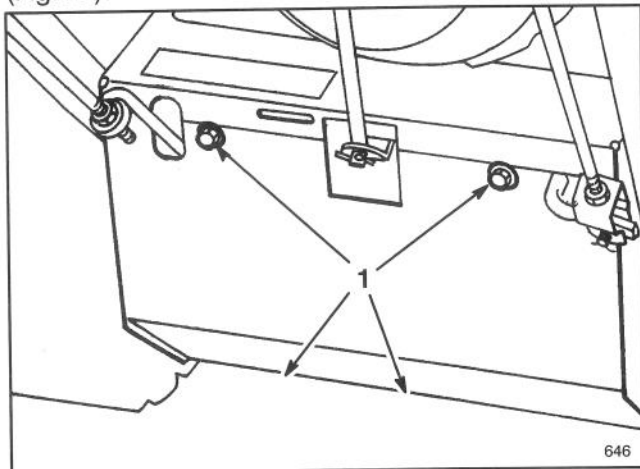

Figure 20
3. Faites basculer la déneigeuse sur son logement de tarière et bloquez-la pour qu'elle ne puisse pas tomber. Ensuite, retirez les quatre vis maintenant le couvercle inférieur en place et retirez ce couvercle (Fig. 20).